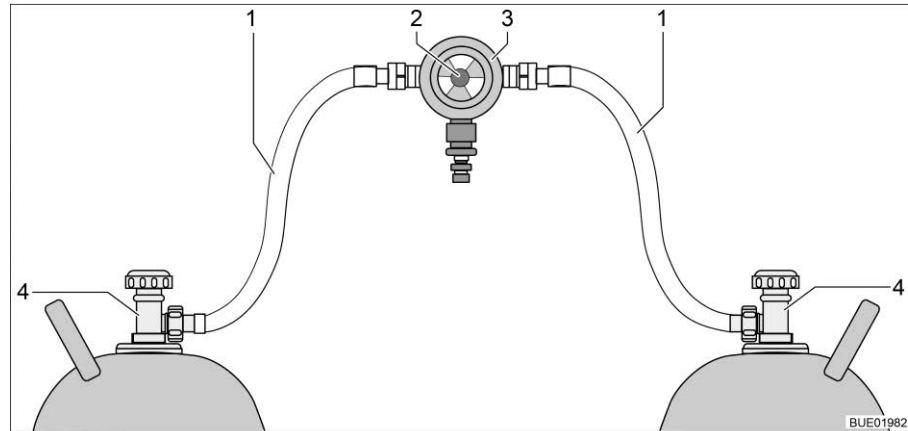
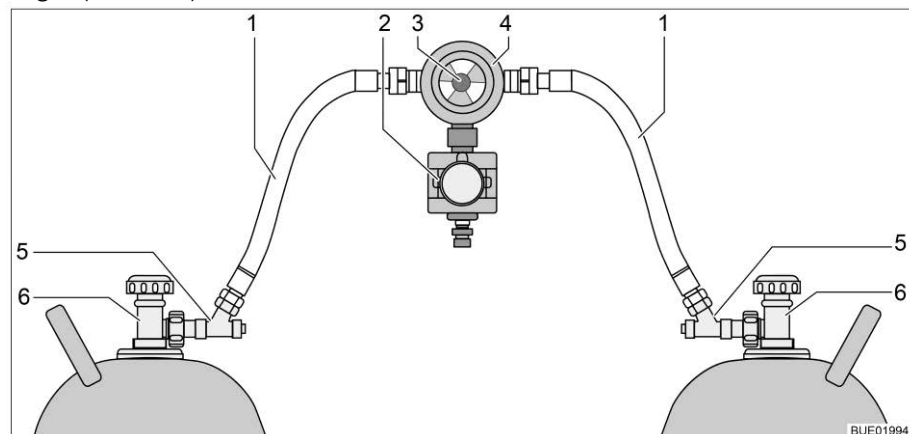

Bild 90 Omkopplingsenhet för gasflaskor
Bild 91 Omkopplingsenhet för gasflaskor med CPU
Omkopplingsenheten för gasflaskorna består av en kombinerad gastrycksregulator med omkopplingsventil och visning (Bild 90,3). Omkopplingsenheten för gasflaskor är monterad mellan de två gaslangarna (Bild 90,1).
Omkopplingsenheten för gasflaskorna består av en kombinerad gastrycksregulator med omkopplingsventil och visning (Bild 91,4) och en elektroventil (Bild 91,2). Elektroventilen spärrar vid kraftig bromsning, olycksfall eller kraftig lutning, av gastillförseln till fordonet. Omkopplingsenheten för gasflaskor är monterad mellan de två gaslangarna (Bild 91,1) med slangbrottsssäkringar (Bild 91,5).
Med vredet (Bild 90,2 resp. Bild 91,3) på omkopplingsenheten, ställer du in vilken av gasflaskorna som ska användas som driftflaska och vilken gasflaska ska användas som reservflaska.
Med kontrollenheten (Bild 92) kan endast de elektriska funktionerna styras. Gasflaskornas huvudavstängningsventiler (Bild 90,4 resp. Bild 91,6) måste öppnas eller stängas för hand.
- Öppna huvudavstängningsventilerna på gasflaskorna (Bild 90,4 resp. Bild 91,6).
- Tryck in slangbrottssäkringarna (Bild 91,5) i 10 sekunder, efter varandra.
- Välj med vredet (Bild 90,2 resp. Bild 91,3) på omkopplingsenheten, gasflaskan som ska prioriteras (driftflaska).
- Stäng huvudavstängningsventilerna på gasflaskorna (Bild 90,4 resp. Bild 91,6).